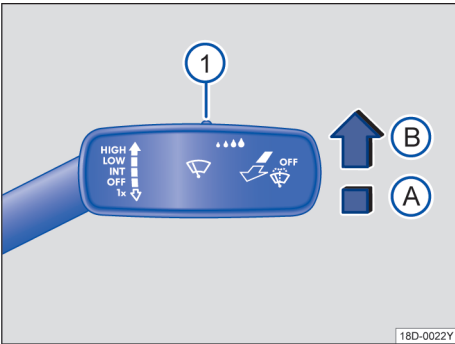

图 70 操作车窗玻璃刮水器
- ③ **LOW** 慢速刮水。
- ④ **HIGH** 快速刮水。
- ⑤ **1x** 点动刮水 - 短促刮水。
- ⑥  拉住操作杆时用于清洁车窗玻璃的刮水和自动清洗功能。
- ⑦  使用开关 → 图 70 ① 使用合适的间歇挡位（不配备雨量传感器的汽车）或调节雨量传感器的灵敏度。